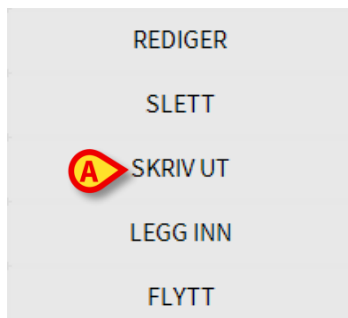

Fig 73
Det åpnes en meny med ulike valg (Fig 73).
- Klikk på **Skriv Ut**-knappen (Fig 73 A).